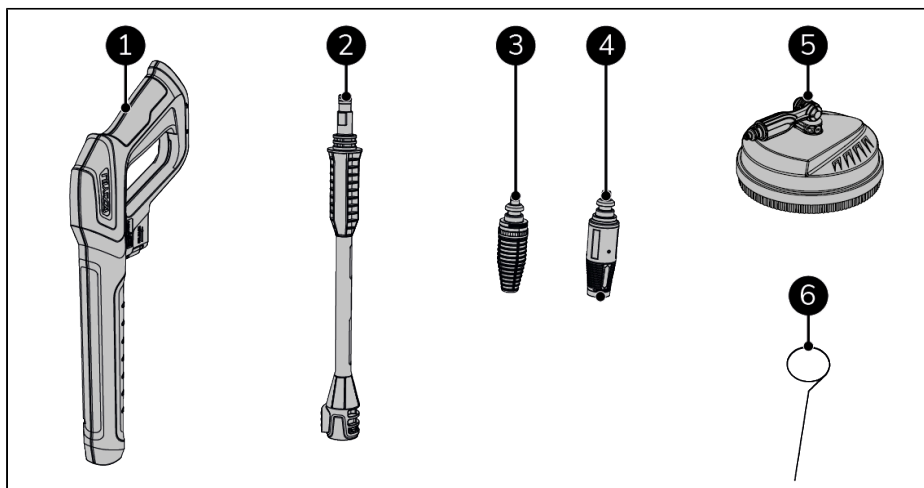

Figure 67.
1. Tenez le pistolet à jet (Figure 67, pos. 1) à deux mains.
2. Placez le nettoyeur de sol (Figure 67, pos. 5) sur la surface à nettoyer.